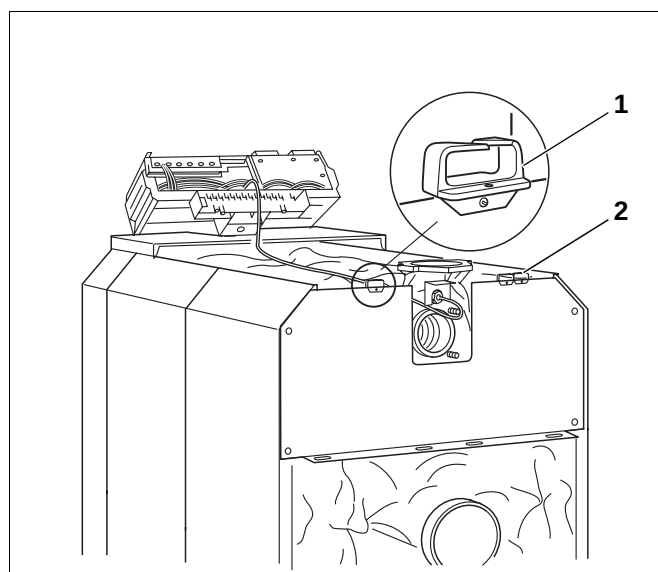

Fig. 61 Elektrisk tilkopling
- Skru fast kabelgjennomføringen (fig. 61, **pos. 1 og 2**) på høyre eller venstre side av kjelens bakvegg.